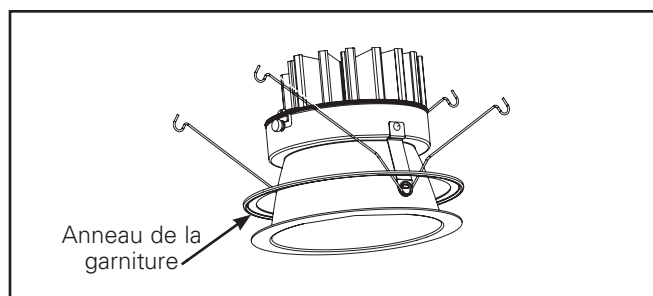

Figure 10.
7. La bague de garniture (en option) doit être placée entre le plafond et la garniture inférieure (Figure 10.).